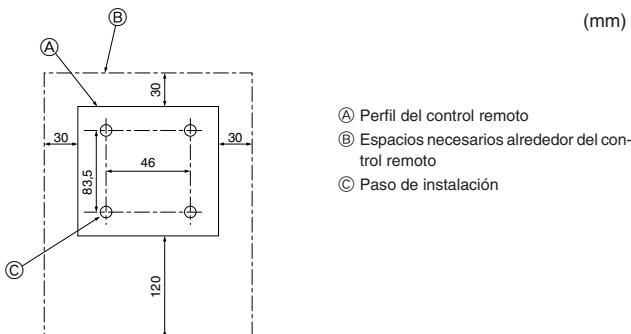

Fig. 6-2
6.2. Control remoto (Fig. 6-2)